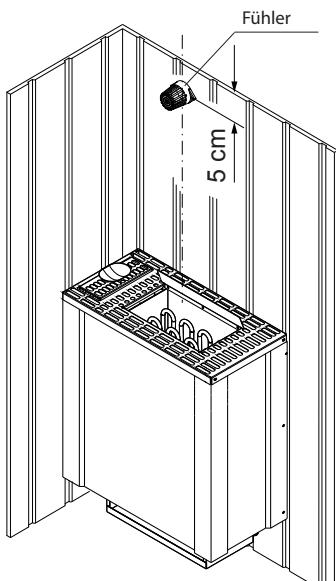

**Abb. 7**
2. 7. Das Saunaheizgerät mit 2 Schrauben durch die am hinteren Ofenrand befindliche Bohrung an der Wand (Abb. 6) oder seitlich, wie in Abb. 7 gezeigt sichern.